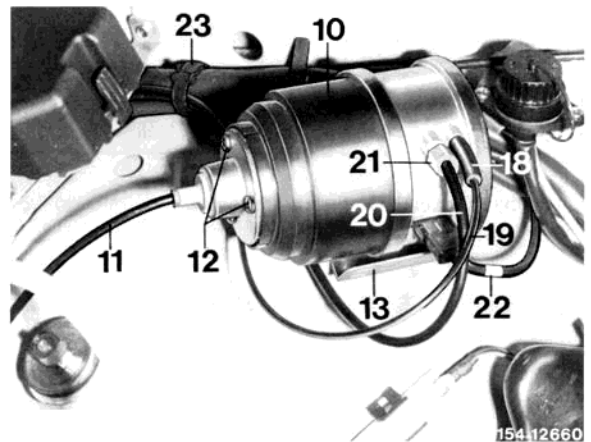

Bild 5
10 Drahtlitze des Seilzuges (11) am Stellhebel des Regelgerätes (10) einhängen, dazu Stellhebel eindrücken. Anschließend Deckel am Regelgerät (10) mit den Schrauben (12) montieren (Bild 5).
11 Regelgerät (10) am Halter (13) mit den Teilen (14 und 15) anschrauben (Bild 5).
12 Halter (13) mit den Teilen (16 und 17) am Rad-einbau anschrauben (Bild 5).
13 Unterdruckleitung (19) 1150 mm lang mit einem 30 mm langen Verbindungsstück (18) am Regelgerät (10) anschließen und zur Gummitülle rechts neben dem Bremsgerät verlegen (Bild 5).